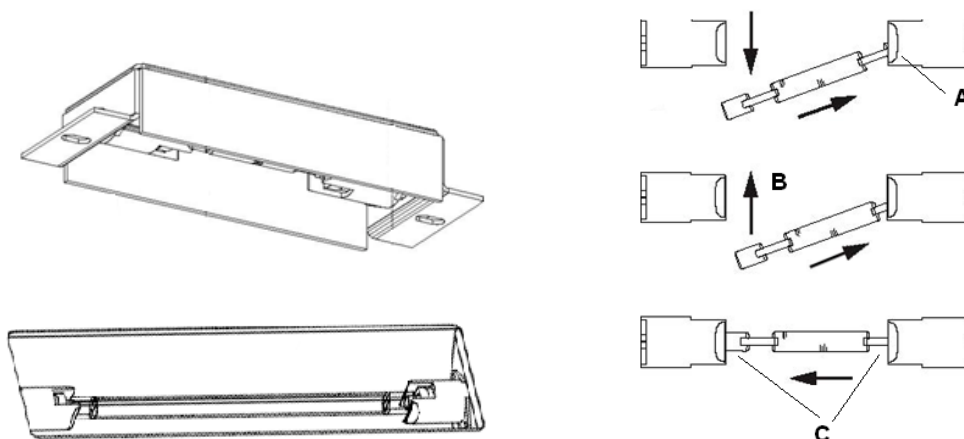

Рисунок 20
3. Выверните неисправную лампу, сдвинув ее вдоль патрона лампы (см. Рисунок 20).
4. Вставьте новую лампу (230 В – 500 Вт). Сначала вставьте в патрон один конец лампы (A). Установите лампу в правильное положение (B) и используйте силу пружины для обеспечения контакта с другим полюсом (см. Рисунок 20).
5. Убедитесь в том, что лампа правильно зафиксирована между двумя полюсами (C). В противном случае, лампа может свободно перемещаться вдоль собственной оси до тех пор, пока она не зафиксируется на клеммах.